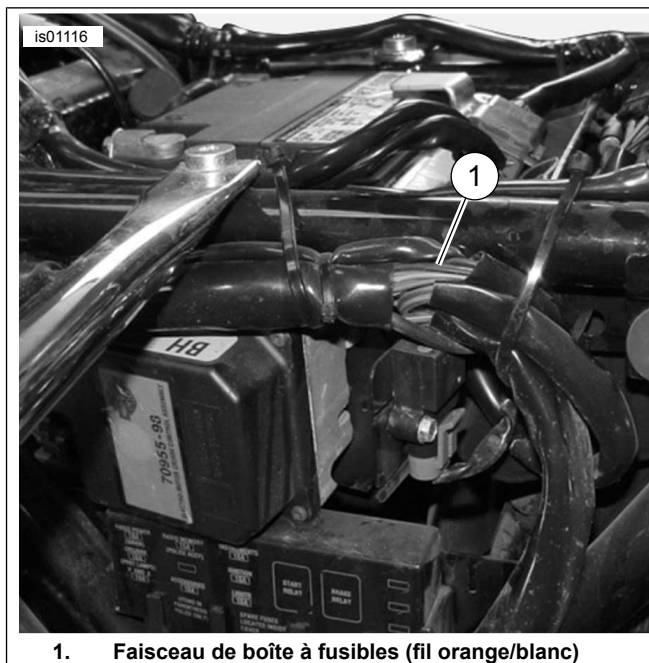

Figure 11. Faisceau de boîte à fusibles sous le couvercle de gauche, modèles Touring de 2003 ou plus anciens (FLHTCUI illustré)
1. Voir Figure 11. Couper avec soin pour ouvrir une partie de la gaine du faisceau principal à l'intérieur du couvercle électrique latéral de façon à ce qu'il soit accessible, et couper un conducteur d'alimentation orange/blanc de faisceau principal.